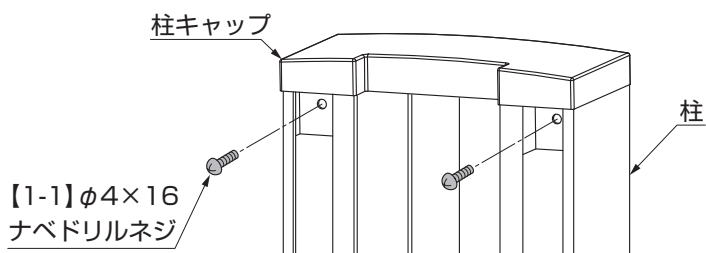

図7-1
①「アルシャインⅡ 柱セット」に同梱の【1-1】にて、柱に柱キャップを固定してください。(図7-1参照)